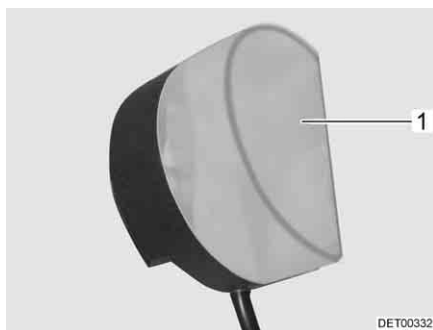

Bild 272 Klädskaåpslampa
- Tryck ihop lampkåpan (Bild 272,1) lätt och tag av den.